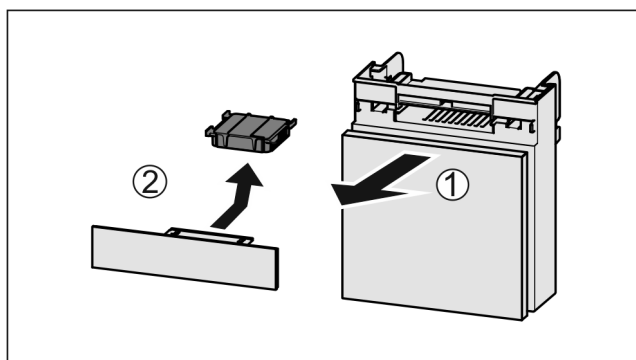

Fig. 128
- ▶ Pretinac izvucite *Fig. 128 (1)* prema naprijed.
- ▶ Izvadite filtara s aktivnim ugljenom *Fig. 128 (2)*.